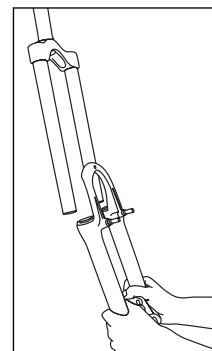

Fig. 9
5. Sfilare il gruppo monoblocco foderi-archetto (vedere Fig. 9).